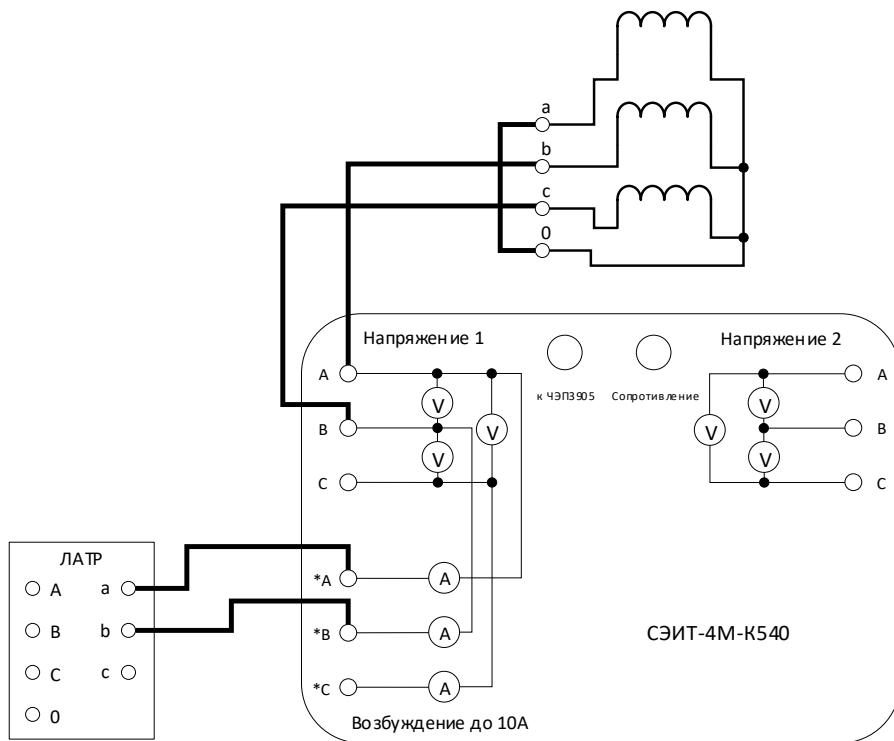
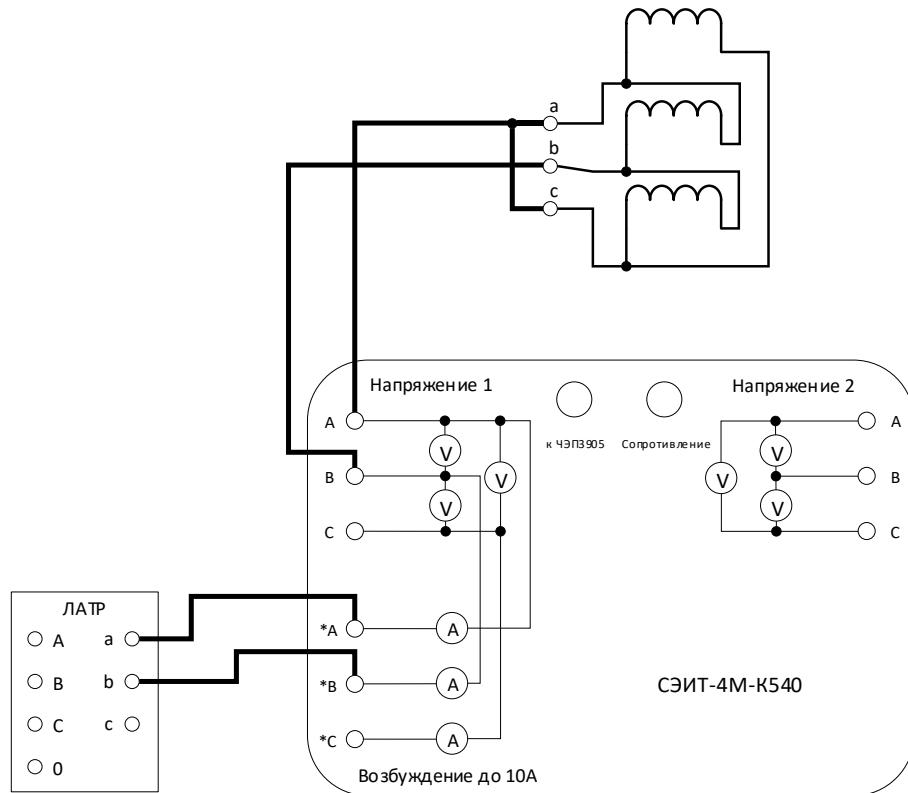

Рис. 15. Опыт холостого хода при малом напряжении для обмоток,
Рис. 16. Опыт холостого хода при малом напряжении для обмоток, соединенных треугольником
1) Выполняют короткое замыкание обмотки фазы А, возбуждают фазы В и С трансформатора и измеряют потери. Измерительные схемы данного опыта для схем соединения обмоток  $Y_0$  и  $\Delta$  приведены на рис. 15 и рис. 16 соответственно.